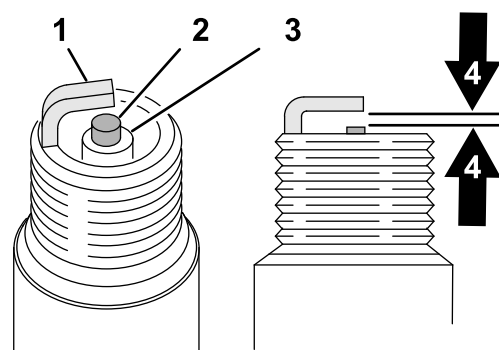

Figura 165
1. Uitați-vă la centrul ambelor bujii (Figura 165). Dacă izolatorul este maro deschis sau gri, motorul funcționează corect. Existenta unui strat negru pe izolator semnifică de obicei faptul că filtrul de aer este murdar.